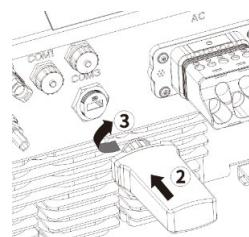

Fig. 19 : Raccordement de la clé Wi-Fi
- 4 Brancher le câble réseau dans la prise COM1 ou COM2 (Fig. 19, en respectant l'ordre et le sens des flèches).